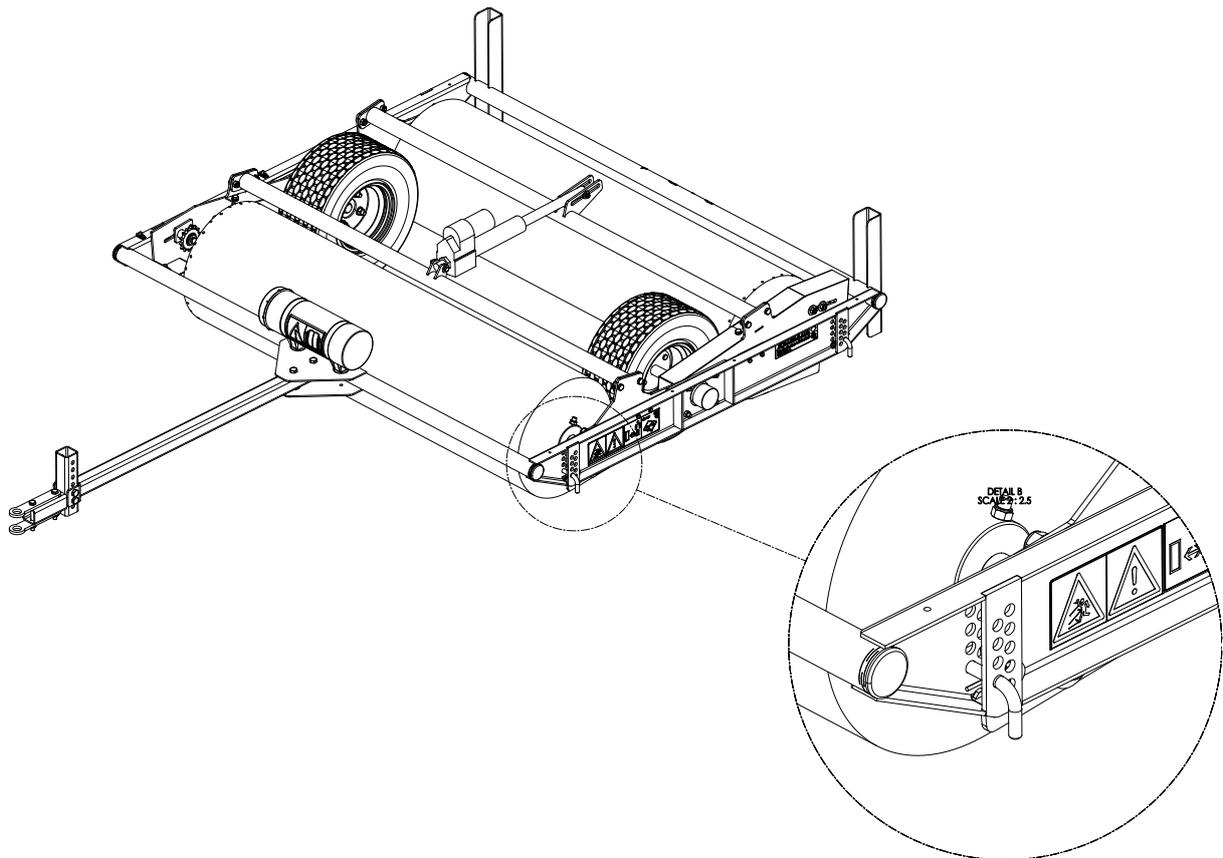

Fig. 10
2. Saque la chaveta tipo 'R' de la espiga (1) (fig. 10).